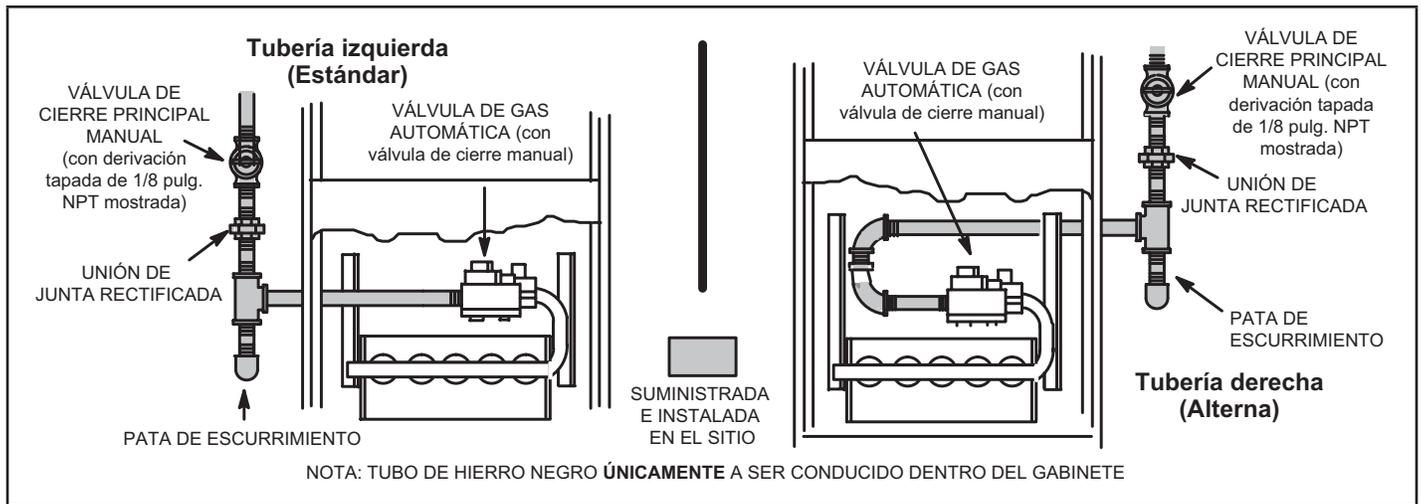

FIGURA 50
- 1 - La tubería de gas se puede conducir a la unidad desde el lado izquierdo o lado derecho. La tubería de suministro entra a la válvula de gas desde el costado de la válvula como se muestra en la FIGURA 50. La torsión máxima es de 800 pulg-libras y la torsión mínima es de 350 pulg-libras cuando se conecte la tubería de gas a la válvula de gas.
- 3 - La tubería de gas no debe tenderse a través de los conductos de aire, canaletas de ropa, chimeneas o ventilación de gas, montaplatos o el hueco del ascensor. Centre la línea de gas en el centro del agujero para tuberías. La línea de gas no debería tocar el costado de la unidad. Ver FIGURA 50.